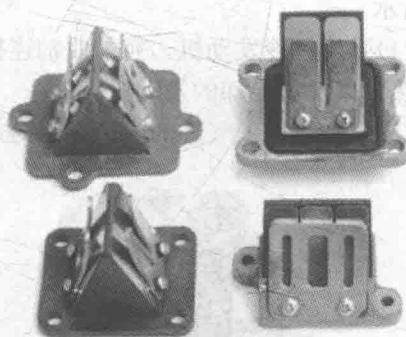

图 1-8 簧片阀实物
(12)簧片阀进气。以簧片阀自动控制进气的二冲程汽油机的进气形式,一般分为曲轴箱簧片阀进气和缸体簧片阀进气。簧片阀实物如图 1-8 所示。